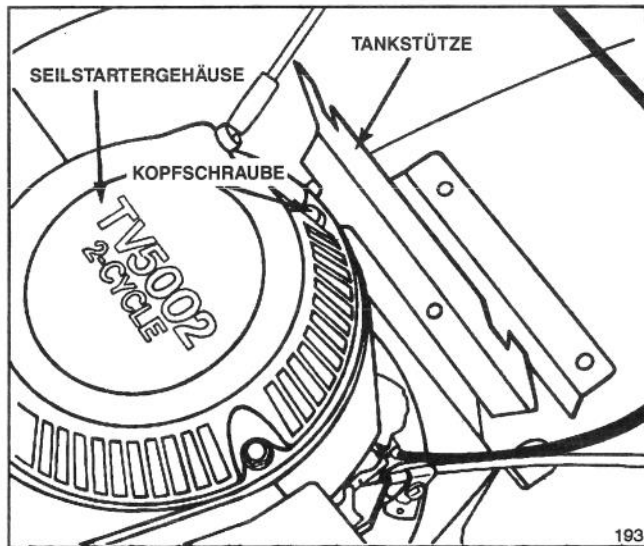

Abbildung 5
1. Die hintere Kopfschraube vom Seilstartergehäuse entfernen (Abb. 5). Tankstütze unter das Seilstartergehäuse schieben und Öffnungen in der Tankstütze und dem Seilstartergehäuse aufeinander ausrichten (Abb. 5). Kopfschraube wieder anbringen.